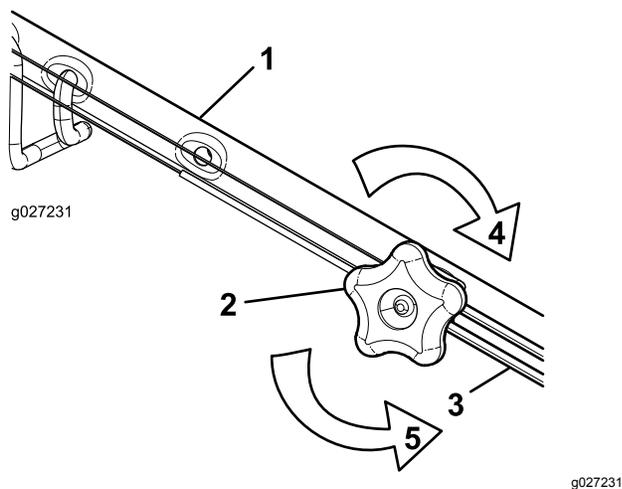

Figura 36
1. Gire el pomo de ajuste en sentido antihorario para aflojar el cable (Figura 36).
- Ajuste la tensión del cable (Figura 36) tirando del mismo hacia atrás o empujándolo hacia adelante, y sujételo en esa posición.